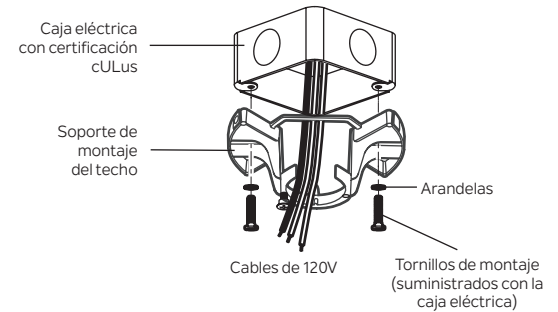

Figura 6
**Paso 3.** Pase los cables de suministro de 120 voltios desde la caja de salida del techo a través del centro del soporte de montaje del techo. (Figura 6)
**Paso 4.** Fije el soporte de montaje del techo a la caja de salida usando los tornillos y las arandelas incluidos con la caja de salida. (Figura 6)